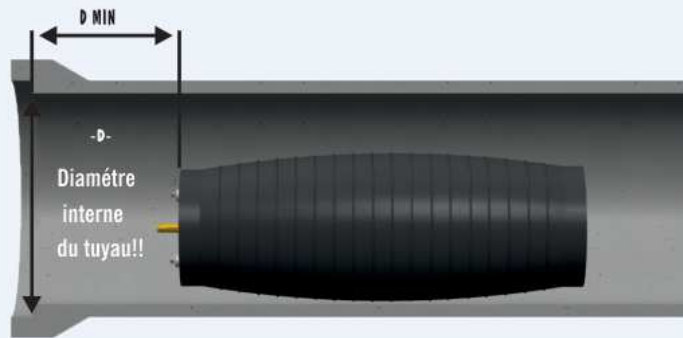

Figure 7
- [11] Insérer l'obturateur dans la canalisation. Avant de gonfler l'obturateur, positionnez-le correctement dans la canalisation. La distance la plus courte permise entre le début de la canalisation et l'obturateur est égale au diamètre du pipeline. (Figure 7)